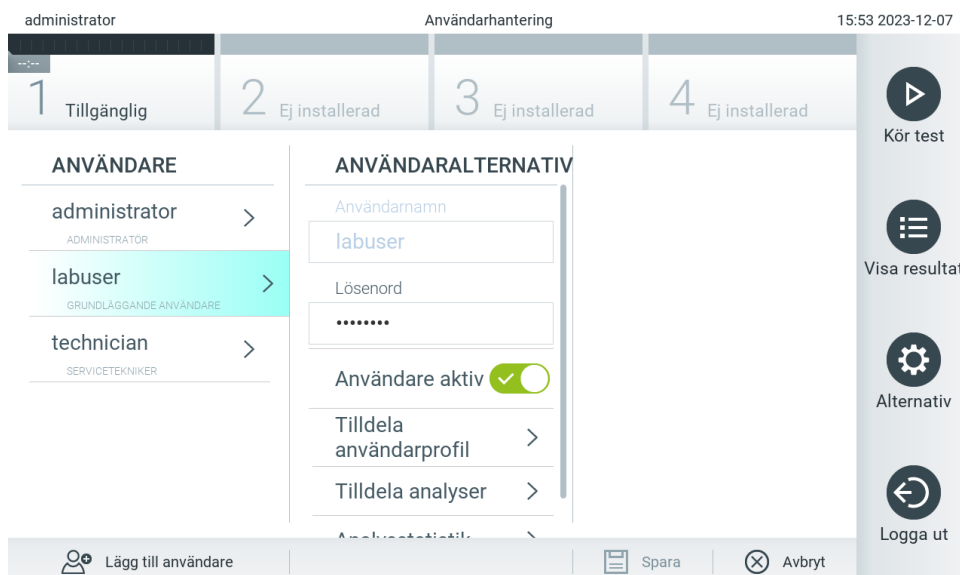

Bild 51. Välja och hantera användare.
2. Välj den användare du vill hantera från listan i den vänstra kolumnen av innehållsområdet (bild 51).